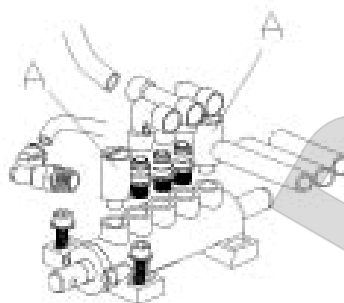

рис.11
8) Для очистки или замены центрального обратного клапана снимите крышку с левой стороны аппарата. 9) Отсоедините воздушные шланги, подходящие к клапану. 10) Поток сжатого воздуха прочистите клапан. При необходимости замените его. 11) Для очистки или замены клапана отжима крышки повторите шаги 8, 9, 10 (см. рис.11).